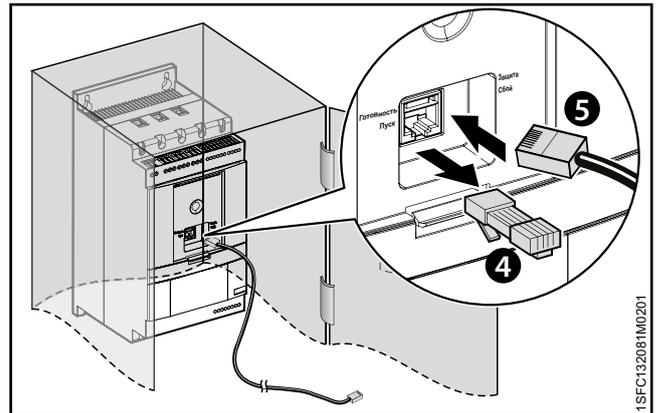

Рис. 4.10
3. Извлеките заглушку RJ45, см. **4**. Подсоедините один конец сетевого кабеля к сетевому порту на передней панели устройства плавного пуска, см. **5** на **Рис. 4.10**.